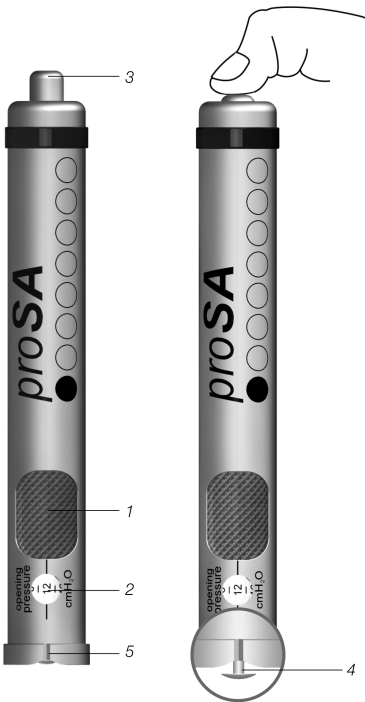

Fig. 4: *proSA Adjustment Tool*
O *proSA Adjustment Tool* (fig. 4) é utilizado para ajustar a pressão de abertura da válvula. Para selecionar o nível de pressão desejado, gire a roda de ajuste (1); o nível de pressão é exibido na janela do visor (2). O *Adjustment Tool* é colocado centralmente sobre a válvula. Premindo o botão (3), empurra a ponta de ajuste (4) da base, desbloqueia o rotor na válvula e define a pressão de abertura da válvula. A marcação (5) do *Adjustment Tool* tem de apontar na direção do cateter proximal (que conduz ao ventrículo) quando colocado sobre a válvula. A seta na parte inferior da tampa mostra a direção do fluxo.